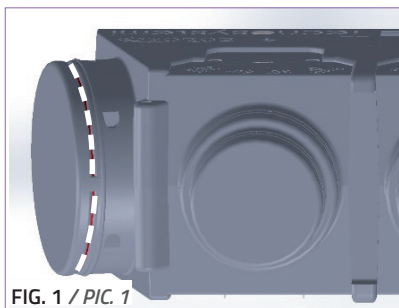

FIG. 1 / PIC. 1
2. Eseguire il taglio del collarino laterale lungo la scanalatura circolare, evidenziata con linea tratteggiata, utilizzando un seghetto alternativo o lama a filo caldo (Fig.1). Pulire accuratamente soffiando e aspirando gli sfridi ed i residui per evitare che entrino in circolo nell'impianto e possano causare danni allo stesso.
2. *Cut the side collar along the circular channel, indicated by a dashed line, by using a jigsaw or with a hot-wire cutter (Fig. 1). Remove by hoovering the scraps and leftovers so that they do not reach the circulation of the system causing damages to the units or to the components of the system itself. (Fig.2)*